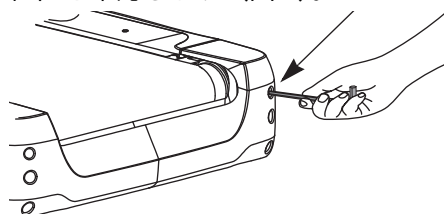

図 1
1. トレッドミルのリアの角で、右側のエンドキャップの調節ボルトの位置を確認します（図 1）。